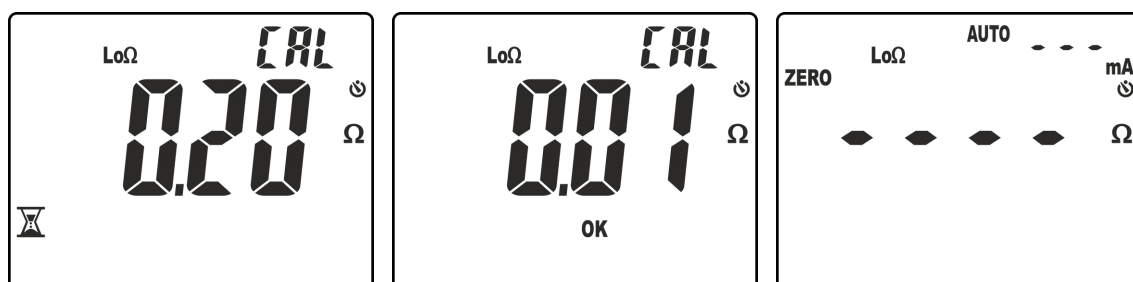

Fig. 33: Résultats de la remise à zéro exécutée correctement
4. L'instrument exécute la première mesure en relevant la résistance des câbles d'essai (voir Fig. 33 – à gauche). Si la valeur compensée (ZERO) est $\leq 5.00\Omega$ la maintient en mémoire et exécute la vérification suivante en exécutant une seconde mesure et en faisant la différence entre cette nouvelle valeur et celle compensée. Si la valeur s'avère être $\leq 0.01\Omega$ l'étalonnage est conformé et le message « OK » s'affiche à l'écran (voir Fig. 33 – au centre). Ensuite, l'instrument revient à la page-écran de mesure avec le message « ZERO » présent à l'écran pour indiquer la présence de la compensation des câbles